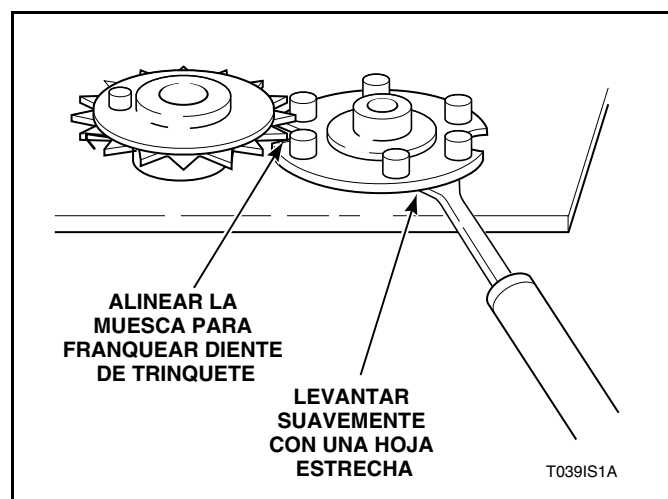

Figura 12
1. Gire la leva con la mano hasta que la muesca en “V” se alinee con el diente del trinquete. Consulte la *Figura 12*.